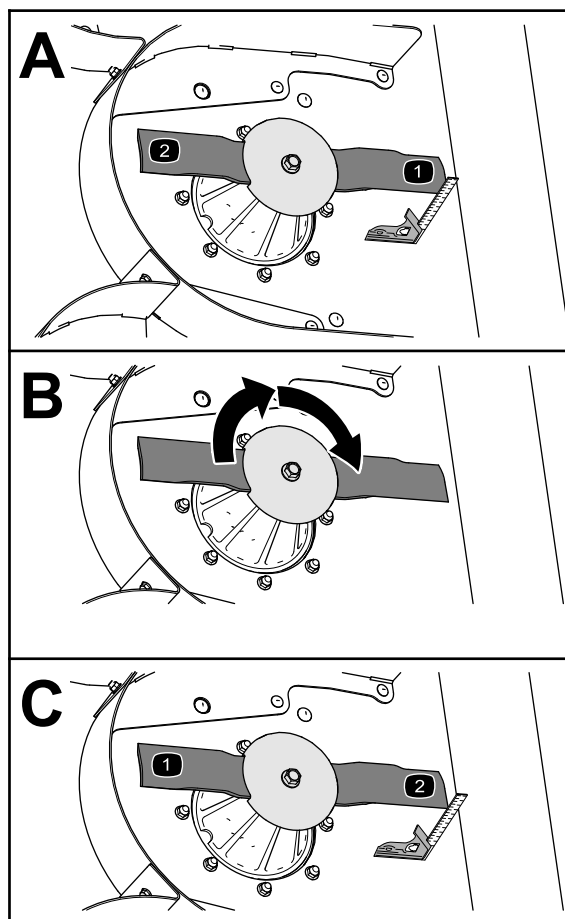

Figure 72
3. À l'aide d'une équerre combinée, mesurez la distance entre la surface propre du tablier et la pointe de la lame (Figure 72).
4. Tournez la lame à 180° (Figure 72).
5. Mesurez la distance entre la surface propre du tablier et la pointe de la lame (Figure 72).